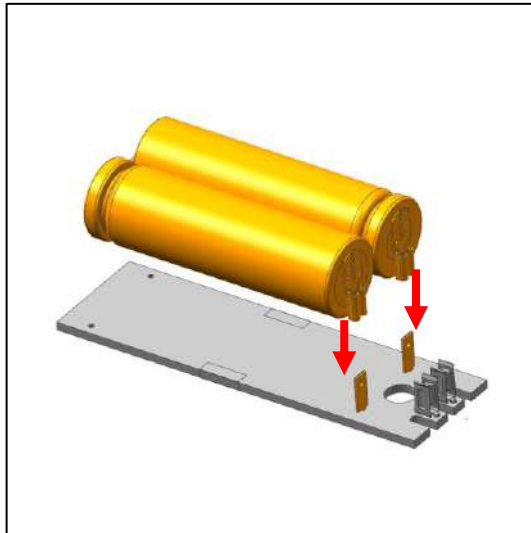

Abb. 31
- b) Stecken Sie den Akku mit den Steckhülsen auf die Pins der Platine auf (Abb. 31).